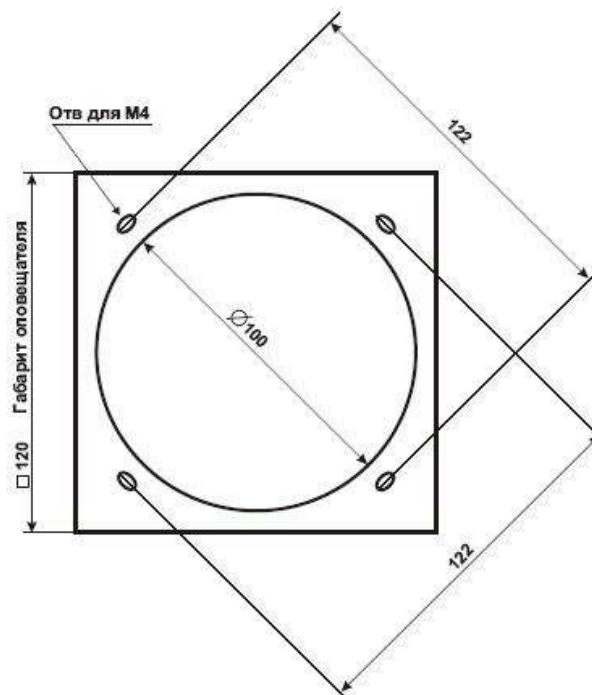

Рис. 3: Габаритные размеры монтажной пластины SMP и размеры потолочных отверстий для установки оповещателей.
- оповещатель в коробках или монтажных кронштейнах. Установочные размеры пластины **SMP** показаны на Рис.3
3. При установке оповещателя в подвесном потолке, вырежьте в подвесном потолке отверстие диаметром 100мм и просверлите два отверстия для винтов M4 (см. Рис.3), установите с обратной стороны подвесного потолка монтажное крепление КМ-А (см. Рис.4).